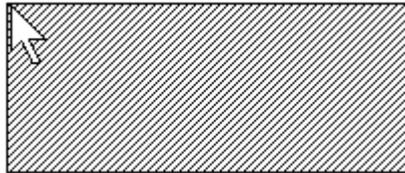

Abb. 7-1-20 Mauszeigerform zum Einfügen von [Bitmap]-Grafiken.
- Die Spitze des Mauszeigers wird durch ein Rechteck ergänzt. (siehe Abb. 7-1-20).